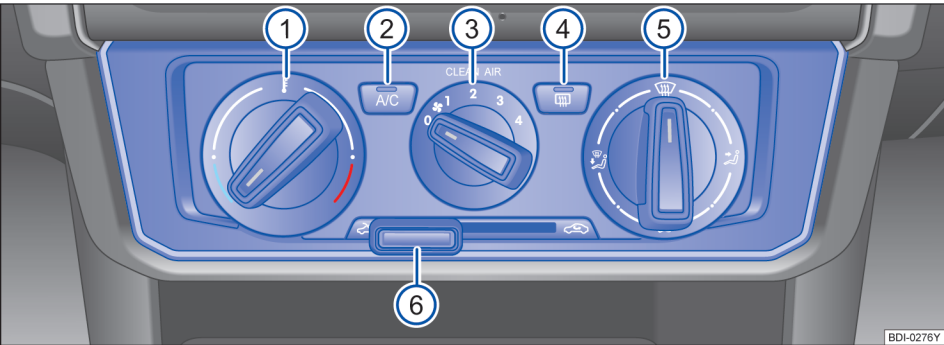

图 121 中控台上：手动空调的操作元件
– 滑动空气内/外循环调节滑块⑥⇒图 121 至 ，即可打开空气内循环模式。将此滑块滑动至  切换至空气外循环模式。